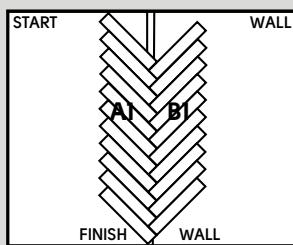

Fig. 6
- Continúe instalando tablones sin cortarlos, trabajando en direcciones opuestas. Compruebe que los tablones están rectos sobre las líneas (fig. 6).